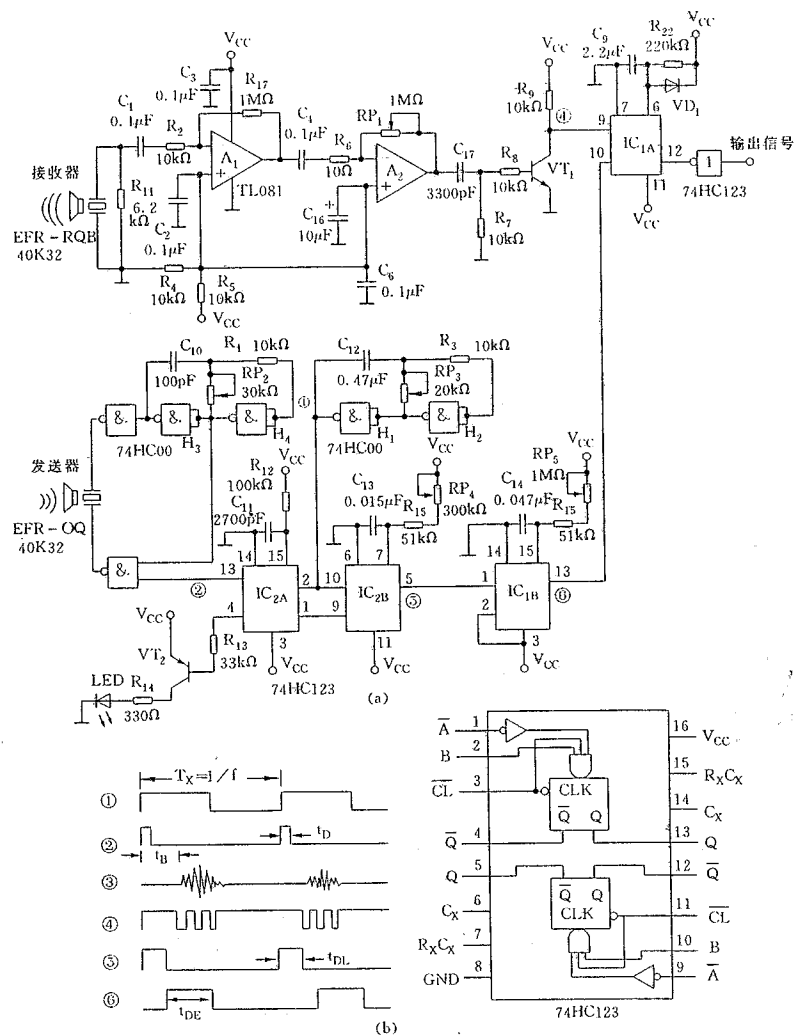

图 8-21 超声波接近传感器电路
图 8-21 是超声波接近传感器电路,可用于自动门、警戒装置和防盗装置等。图 8-21(a)为电路图,图 8-21(b)为相应波形。电路中,74HC00 中 H_1 和 H_2 构成 RC 振荡器,振荡器频率由电容 C_{12} 、电位器 RP_3 、电源电压以及阈值电压大小确定。如果阈值电压为电源电压的 $1/2$,则振荡频率为 $f=1/(2 \cdot 2C_{12}RP_3)$,振荡电路输出波形如图 8-21(b)中①所示,以此波形为基准,驱动发送传感器工作。驱动脉冲的持续时间 t_D 取决于 IC_{2A} (74HC123)电路中 C_{11} 和 R_{12} 的大小, $t_D=C_{11}R_{12}(s)$,其波形如图 8-21(b)中②所示。 H_3 和 H_4 振荡电路产生 40kHz 的振荡波形,在 IC_{2A} 的 13 脚为高电平期间输出至发送传感器,以短脉冲群的形式进行发送驱动。
由目标反射回来的反射波被接收传感器所接收,经 A_1 和 A_2 运放构成的交流放大器放大到图 8-21(b)中③所示波形。放大后的反射波由晶体管 VT₁ 构成整形电路整形成图 8-21(b)中④所示波形。电路中,IC_{2B}(74HC123)等组成的单稳态延迟电路确保在延迟时间 t_{DL} 内不拾取直接反射波,以免造成电路的误动作。IC_{1B}(74HC123)形成一个屏蔽时间 t_{DE} ,以确保允许检测的时间范围。最后信号经 IC_{1A}(74HC123)构成单稳态电路通过反相器输出。